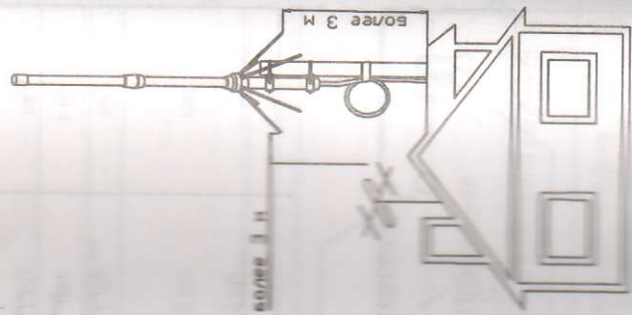

Рис. 2
■ Место установки мачты необходимо выбирать так, чтобы любые посторонние предметы находились на расстоянии не менее 3 м от элементов конструкции антенны (см. рис. 2).